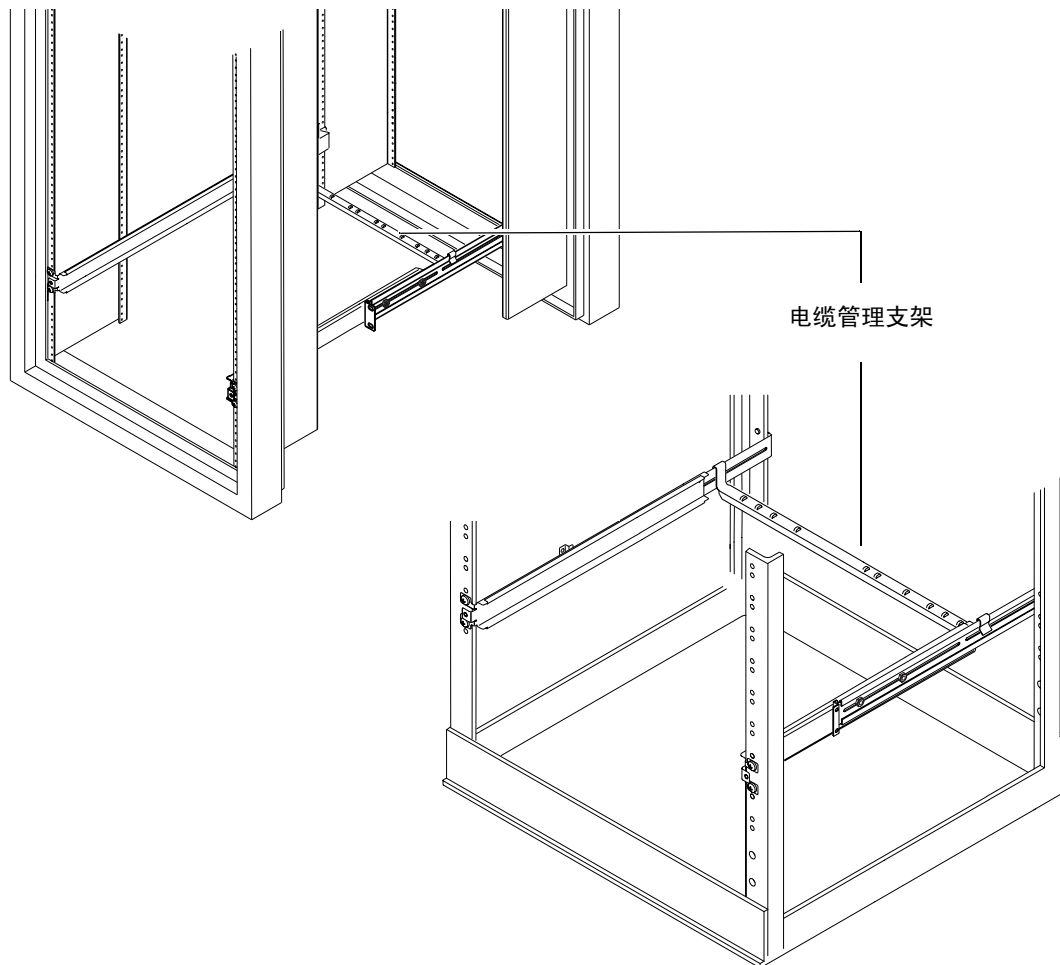

图 2-9 将电缆管理支架装配到 Sun StorEdge 或标准 19 英寸宽机架中
- 在服务器后部钩住滑板底座上面的支架（请参见图 2-9）。